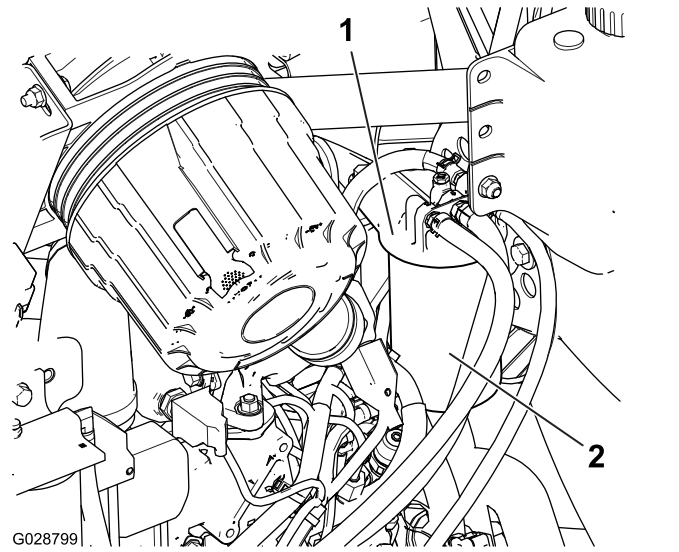

Figura 52
2. Retire el filtro y limpie la superficie de montaje del cabezal del filtro (Figura 52).
1. Limpie la zona alrededor de la cabeza del filtro de combustible (Figura 52).